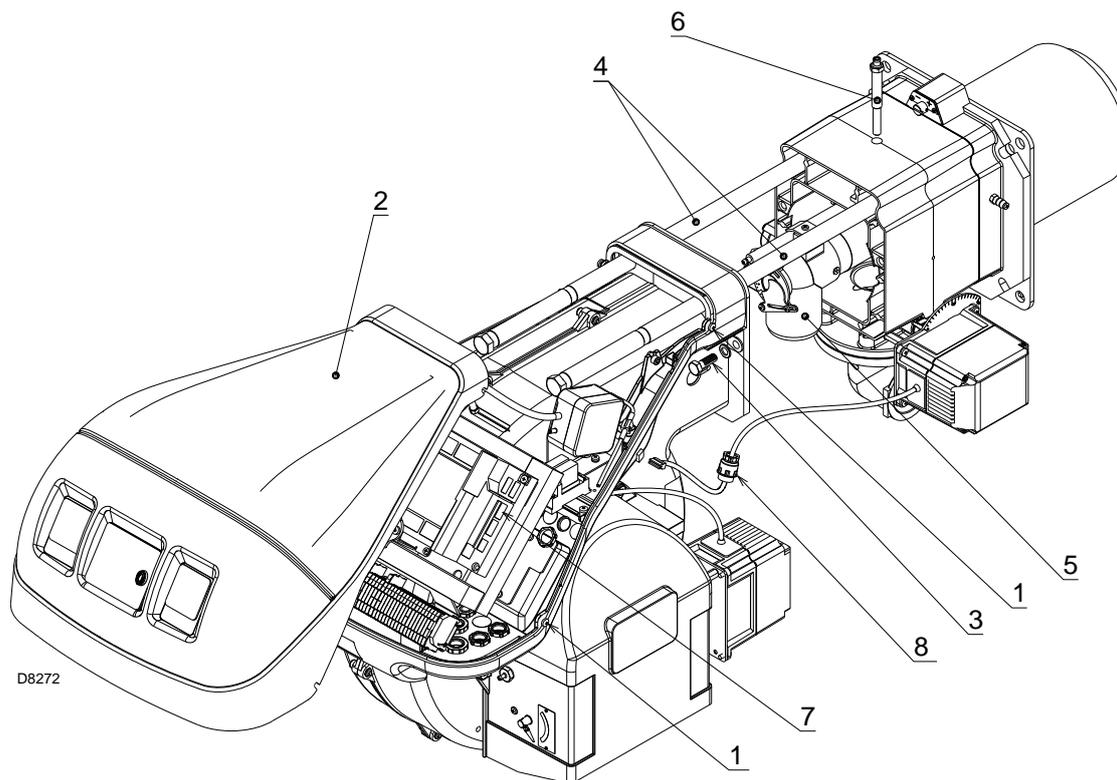

Abb. 40
Den Brenner öffnen und überprüfen, ob alle Flammkopfteile unversehrt und nicht durch hohe Temperatur verformt sind, dass kein Schmutz aus der Umgebung und kein Rost an den Metallteilen vorhanden ist und ob sie richtig positioniert sind. Prüfen Sie, dass die Gasaustrittsöffnungen für die Zündphase im Verteiler des Flammkopfes von Verschmutzungen oder Rostablagerungen frei sind. Im Zweifelsfalle die Krümmung (Abb. 40 auf Seite 57) ausbauen.
- Die 4 Schrauben 1)(Abb. 40) lockern und die Haube 2) abnehmen.